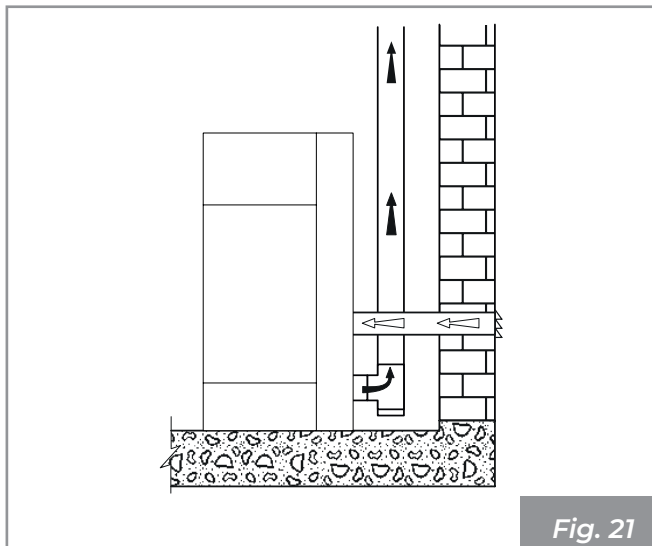

Fig. 21
- il peut provenir directement de l'extérieur à travers un raccordement direct à la chambre de combustion (**Fig. 18 - Fig. 21**).
- relier l'entrée d'air de combustion de l'appareil à la prise d'air avec un conduit approprié (**Fig. 20 - Fig. 21**).